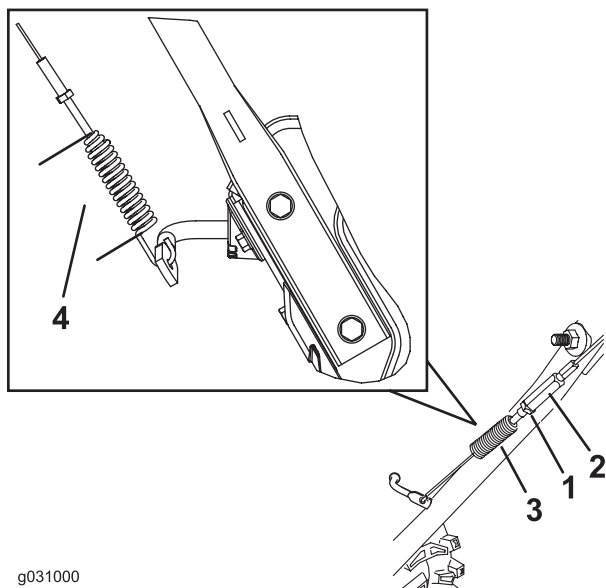

Figure 39
3. Desserrez ou serrez le tendeur pour régler la longueur du ressort à 7 cm (2,75 po), comme montré à la Figure 39.
4. Serrez l'écrou de blocage (Figure 39) en vérifiant que le câble est légèrement tendu.